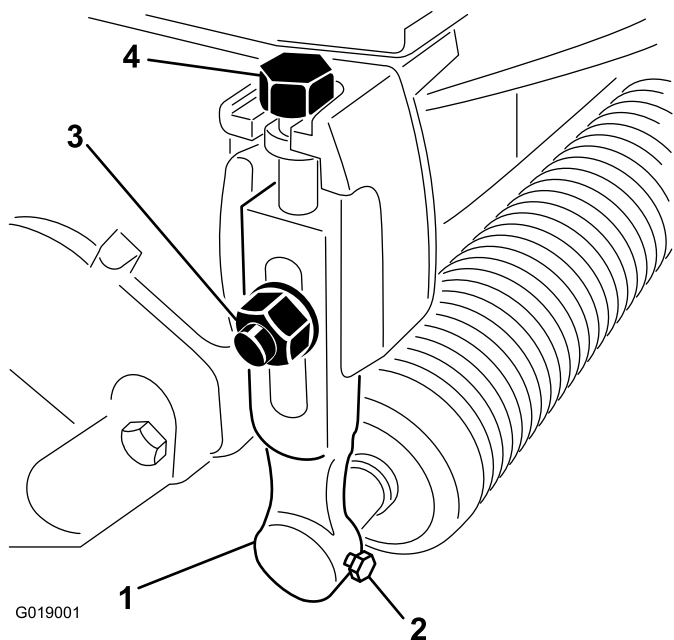

Figura 1
2. Afloje los tornillos que sujetan cada extremo del rodillo delantero a los brazos de ajuste de la altura de corte (**Figura 1**).
3. Retire los pernos avellanados, las arandelas y las contratuercas que sujetan los brazos de ajuste de la altura de corte a cada extremo de la unidad de corte (**Figura 1**). Retire los brazos de ajuste de la altura de corte y el conjunto del rodillo.
4. Retire los tornillos de ajuste de la altura de corte de los brazos de ajuste de la altura de corte (**Figura 1**).